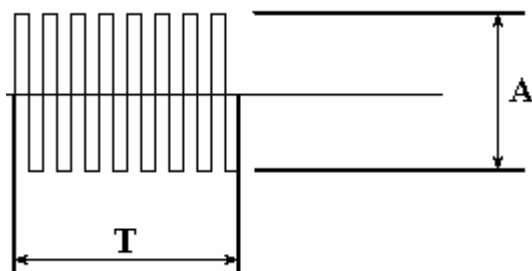

Рис. 23. Определение частоты следования пачек импульсов
14.3.1.4 Измерить по ЭЛТ осциллографа размах A (Рис. 23) импульса возбуждения от одного выхода (7 или 8) генератора относительно общей точки. Данное значение соответствует амплитуде импульса возбуждения, измеренного между двумя выводами генератора.
14.3.2.4 Измерить по ЭЛТ осциллографа С1-99 длительность T (с) пачки импульсов возбуждения как показано на (Рис. 23) и определить количество периодов (N) в пачке. Рассчитать частоту импульсов возбужден ия F , Гц по формуле: $F=N/T$.